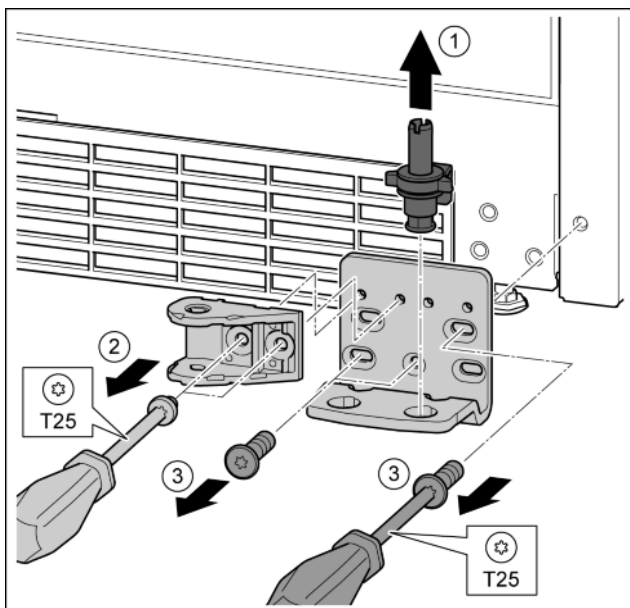

Fig. 33
- ▶ Опорный палец полностью извлечь движением вверх. Fig. 33 (1)
- ▶ Открутить винты отверткой T25 и снять соединительный элемент амортизатора закрывания дверей. Fig. 33 (2)
- ▶ Открутить винты отверткой T25 и снять опорный кронштейн. Fig. 33 (3)